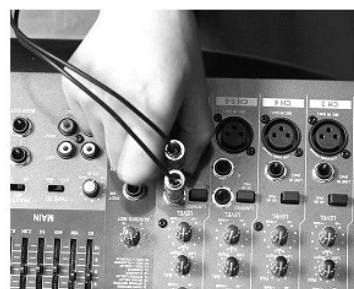

Fig.8
- Подключите микрофоны, CD -, MD - плееры или другие источники звукового сигнала с выходами линейного уровня к соответствующим MIC / LINE входам микшерного пульта, как показано на Рис. 8.